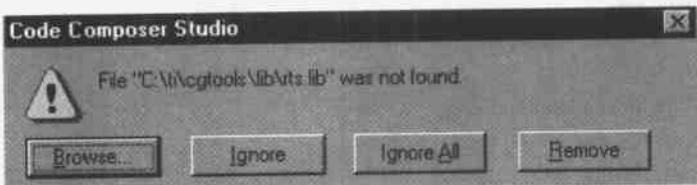

图 7.9 提示没找到库文件
- (1) 在 D:\application\ccs\myprojects 下创建一个新的文件夹 hellobios。
- (2) 将文件夹 D:\application\ccs\tutorial\sim54xx\hello1 中所有文件拷贝到新建立的 hellobios 文件夹中。
- (3) 如果 CCS2 还没运行, 启动 CCS2。
- (4) 打开 D:\application\ccs\myprojects\hellobios 下的 hello.pjt 工程。
- (5) CCS2 会弹出一个如图 7.9 所示的对话框, 提示没找到库文件, 这是因为工程被移动了。单击 Browse 按钮, 在 C:\application\ccs\c5400\cgtools\lib 下找到 rts.lib 库文件。